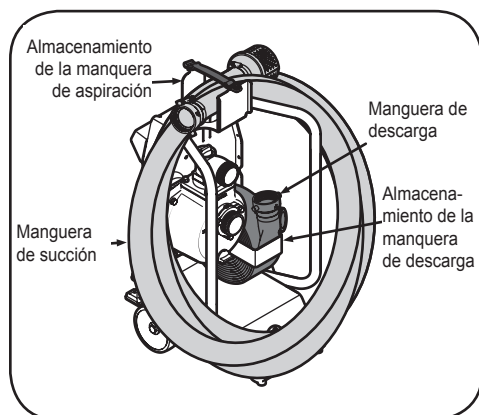

Figura 4-9
2. Desconecte y vacíe el agua de la manguera de aspiración y guárdela en su lugar de almacenamiento. Vea la Figura 4-9.
3. Desconecte y vacíe la manguera de descarga enrollándola aplanada. Luego guarde la manguera de descarga en su lugar de almacenamiento. Vea la Figura 4-9.